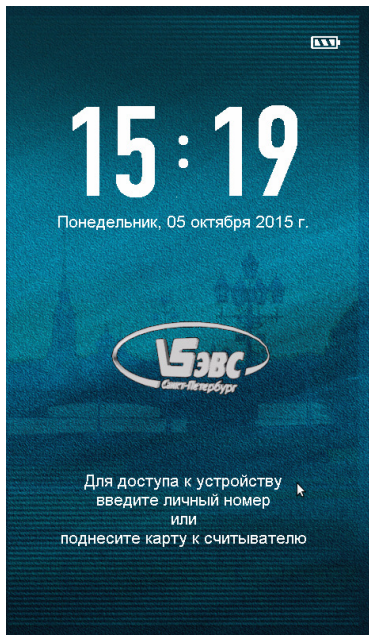

Рис. 4 Вид «заставки»
6.7. Подключить изделие к сети 220 В. После инициализации (приблизительно через 30 секунд) на дисплее появится «заставка», содержащая логотип фирмы-производителя, текущую дату и время, установленные в изделии, приглашение к идентификации администратора и индикатор заряда аккумуляторной батареи Рис. 4.
Изначально после подачи питания изделие находится в исходном состоянии (состояние ожидания) и на его сенсорном экране высвечивается «заставка» с приглашением к идентификации (см. Рис. 4).